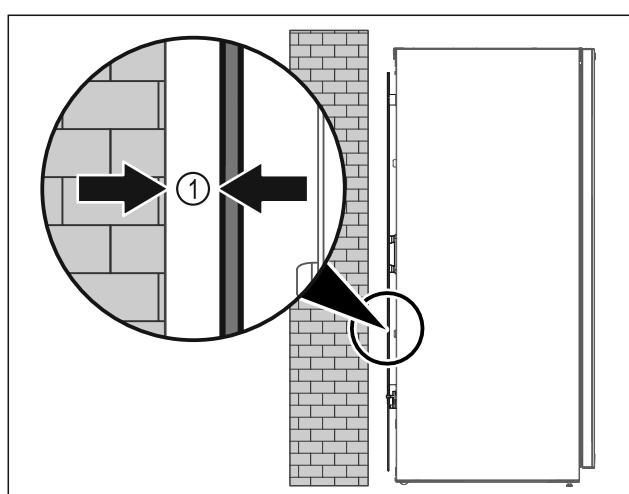

Fig. 9
- Поставити пристрій в приміщенні окремо або безпосередньо до стіни на відстані 5 мм Fig. 9 (1).